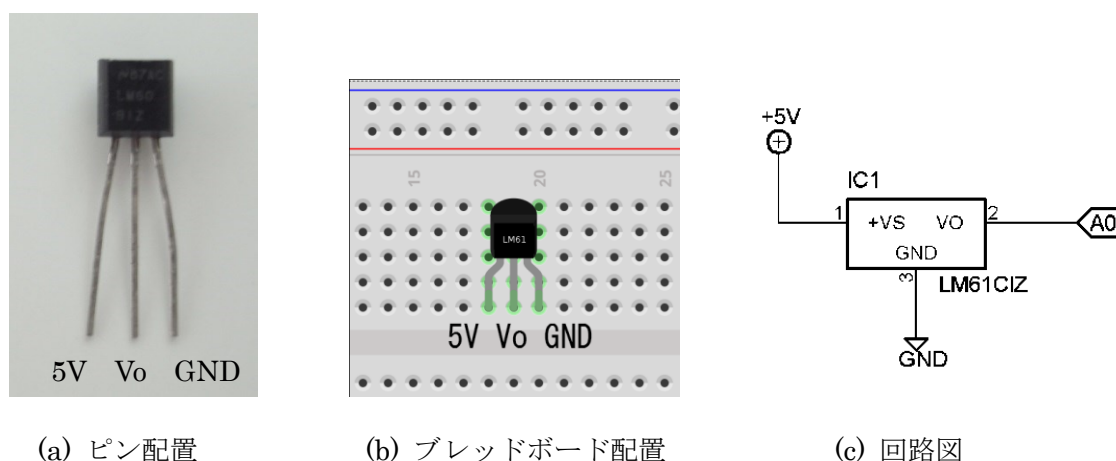

図 2.79 温度センサ LM61CIZ のピン配置とブレッドボード配置, 回路図
温度センサ (LM61CIZ) は, PN 接合の温度による順方向電圧の変化を検出するセンサである。半導体温度センサの特性は直線性にすぐれ, 温度変化に対して出力電圧の変化が $10 \text{ mV}/^{\circ}\text{C}$ と一定量で変化するため取り扱いやすい。実験に使用する温度センサの外観を図 2.79(a)に示す。温度センサにはリード線が 3 本あり, それぞれ電源端子 (5V), 電圧出力 (V_o), グランド (GND) である。温度センサに電源供給を行うと, 温度に応じた電圧が V_o 端子から出力される。温度センサ LM61CIZ では, -30°C から 100°C の範囲の温度が計測できる。
- (1) 図 2.79 を参考に、温度センサの回路をマイコンに接続する。
- ・ 図 2.79 を参照して、A0 ポートと温度センサを接続する。
- (2) 演習 2.3.2 のスケッチを開く。
- (3) スケッチに名前を付けて保存する (例：Tr254_20190517 など)。
- (4) 電圧を温度に変換するスケッチを追加する。
- (5) シリアル通信のためのスケッチを追加する。